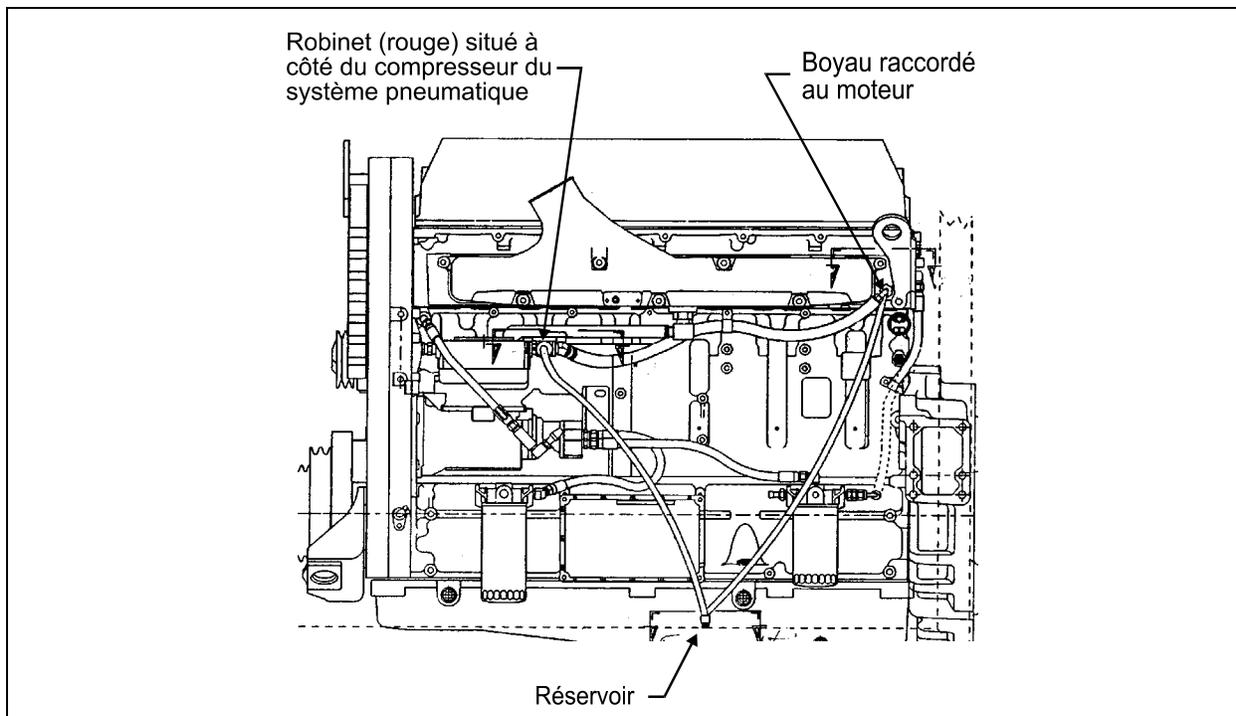

FIGURE 1: VUE DU MOTEUR CÔTÉ COMPRESSEUR
4. *Fermer le robinet (rouge) près du compresseur du système pneumatique (Fig. 1).
20. *Ouvrir le robinet (rouge) près du compresseur du système pneumatique (Fig. 1).